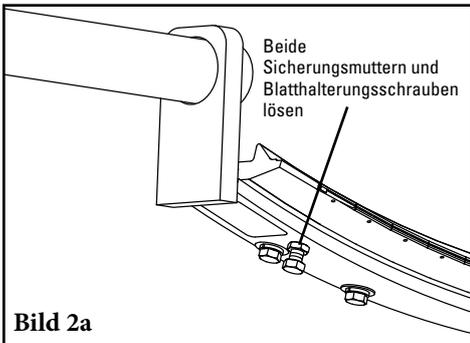

Bild 2a
- Beide Sicherungsmuttern der Blatthalterungsschrauben lösen. Blatthalterungsschrauben 8 Umdrehungen herausdrehen (Abb. 2a).